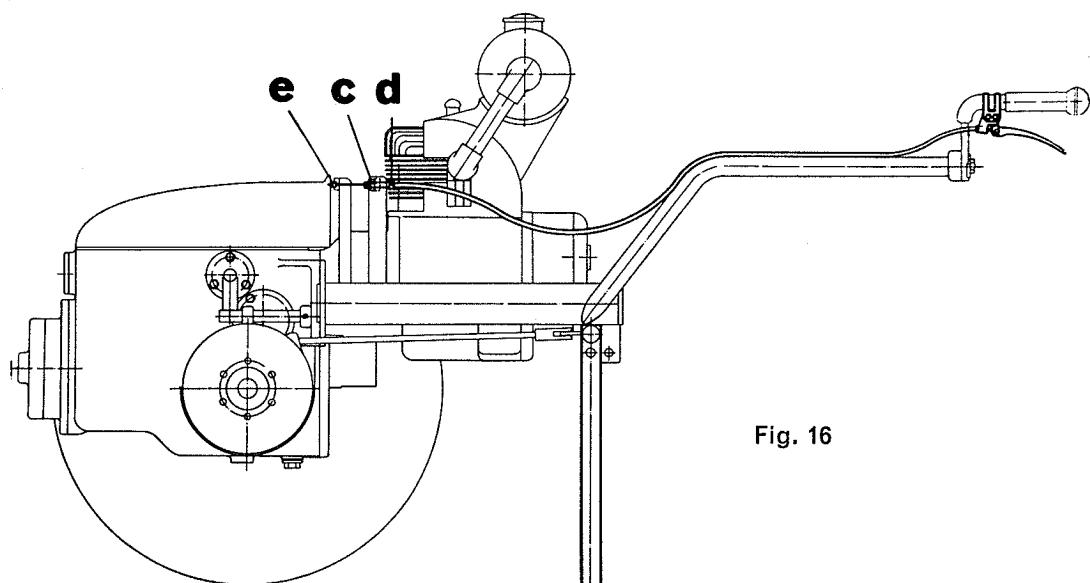

Fig. 16
14. Kupplung (Fig.16)
14. Réglage de l'embrayage (fig. 16)
14. Frizione (fig.16)
b) Trotzdem der Motor gleichmässig läuft, rutscht die Kupplung. In diesem Fall wird nach Lösen der Mutter **c** die Schraube **d** um 1-2 Umgänge hineingeschraubt, d.h. nach vorne, die Mutter **c** wieder angezogen und die Kupplung ausprobiert. Wenn die Zahnräder kratzen, muss man wieder etwas zurückkorrigieren. Ist das Regulieren mit der Schraube **d** nicht mehr möglich, so kann der Kabelnippel **e** entsprechend verstellt werden (siehe Fig. 16).
b) Bien que le moteur marche régulièrement, l'embrayage patine. Dans ce cas, après avoir desserré l'écrou **c**, serrer la vis **d** de 1-2 tours, c'est-à-dire en avant. Resserrer ensuite l'écrou **c** et essayer l'embrayage. Si les engrenages grincent, répéter l'opération en corrigent en sens inverse. Lorsqu'on ne peut plus régler au moyen de la vis **d**, il est nécessaire de déplacer la vis serre-câble **e** (voir fig. 16).
b) Il motore funziona regolarmente, ma la frizione slitta. In questo caso allentare il controdado **c**, avvitare la vite **d** di un giro o due in avanti, fissare il controdado **c** e controllare il funzionamento della frizione. Se gli ingranaggi grattano ancora, correggere l'ultima operazione in senso inverso. Se la regolazione con la vite **d** non è più possibile, si può regolare la corrispondente vite di serraggio del cavo **e** (vedi fig. 16).